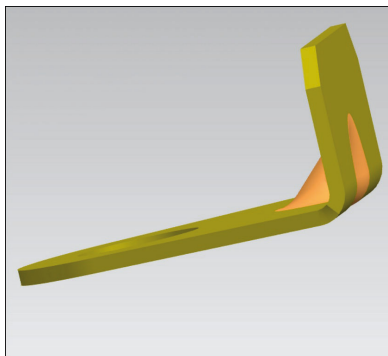

Рис. 4.9. Выбор граней внутренней и наружной поверхности детали
6. Выберите грани **Косынки** с наружной и внутренней стороны детали, а также грань отверстия (рис. 4.9).